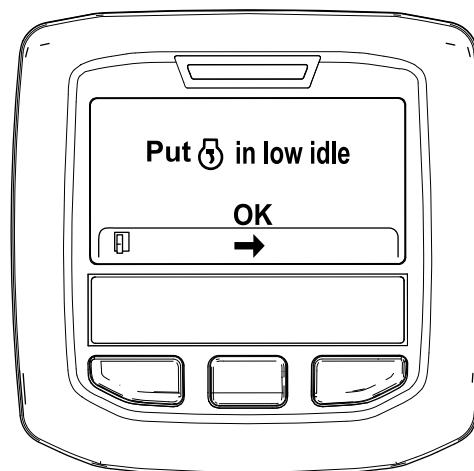

図 41
6. スロットルコントロールを低速アイドル位置にセットして、中央ボタンを押す図 41。